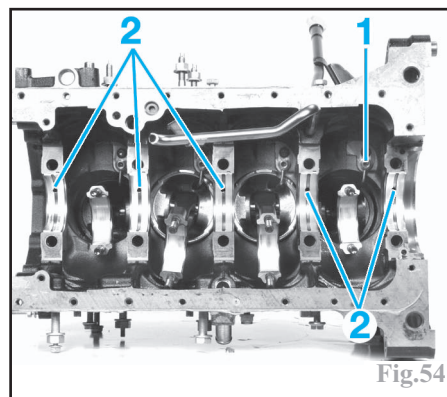

Fig.54
Reposer les gicleurs de fond de pistons (1) (Fig.54).